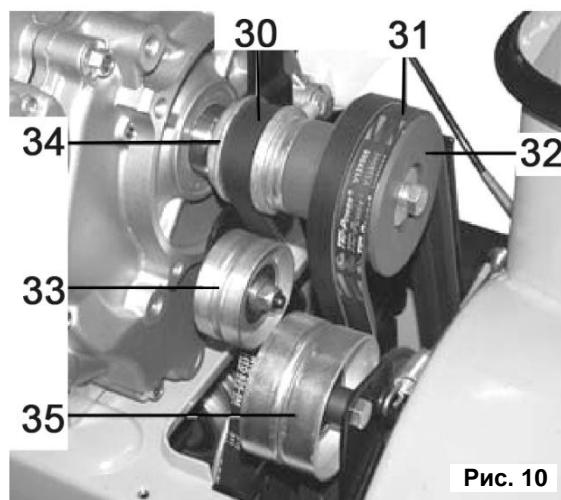

Рис. 10
- Ремни должны быть установлены без перекосов. Натяжение ремней (30;31) происходит путем регулировки хода натяжных роликов (32; 33; 34; 35)(См. Рис.10).